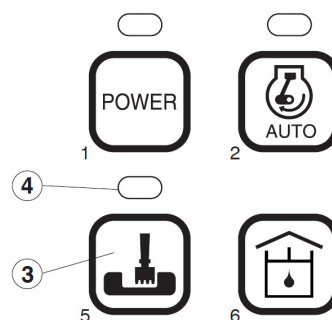

Рис. 51
2. Следует выбрать надлежащий режим работы с помощью переключателей (**3**, рис. 51) до начала работы.
3. Когда нажата кнопка режима мощности (**3**, рис. 51), изменение режима мощности на "Digging Mode" (земляные работы) или "Trenching Mode" (рытье траншей) сопровождается звуковым сигналом. При выборе режима рытья траншей загорится светодиодный индикатор (**4**, рис. 51). При выборе режима выемки грунта светодиодный индикатор (**4**, рис. 51) гаснет.